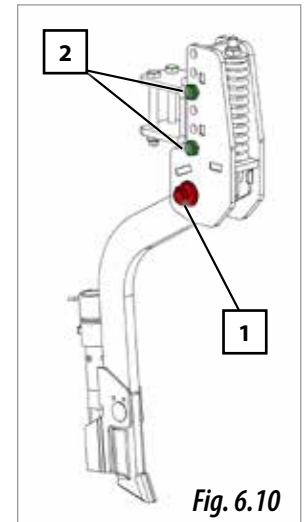

Fig. 6.10
### - BRAS DE SEMIS RÉGLABLES EN HAUTEUR (Fig. 6.10)
Ces bras sont fixés au support à l'aide d'une vis SOLÀ (1, Fig. 6.10), pourvue d'un écrou autobloquant qui contrôle le jeu du bras en intervenant dessus.
Ces bras sont réglables en 3 points en profondeur (Fig. 6.10), permettant de baisser les bras jusqu'à 4,5 cm, pour régler leur hauteur:
- 1- Enlever les vis et les écrous (2, Fig 6.10).